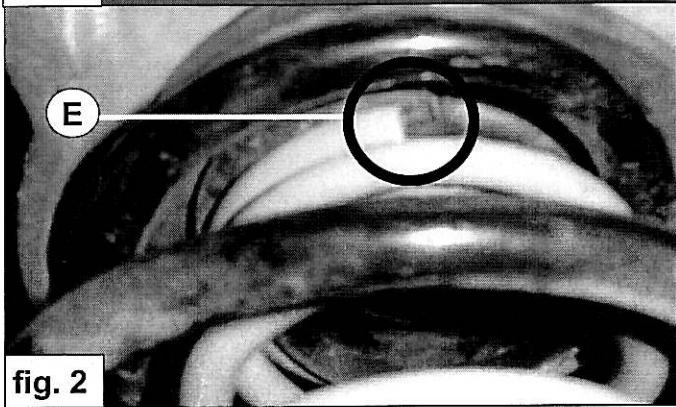

fig. 2
3. Tourner le ressort de renfort **C** de sorte à ce que l'embout du ressort se trouve en ligne, voir **E**, avec celui du ressort principal **H**, voir fig 2.
3. Vrid hjälpfjäder **C** i position med änden på övre fjädrarvet mot punkt **E**, lika som änden på huvudfjäder **H**. Se fig 2.